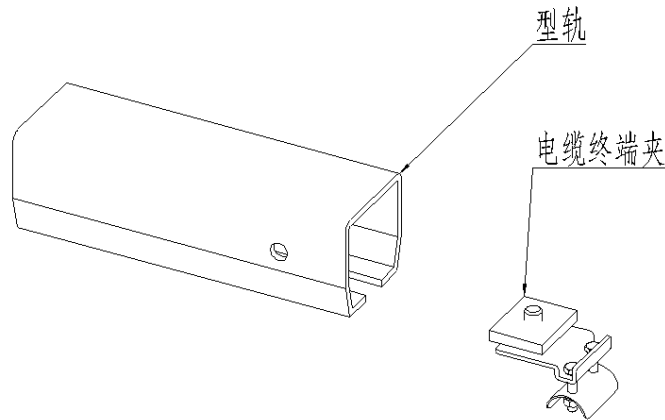

图 6C
- 6.3 在电缆滑块全部装入主梁后，在主梁末端安装电缆终端止夹并拧紧螺栓（如图 6C）。
- 6.6 将终端止夹安装到固定型轨的末端，拧紧螺栓（如图 6C）。
- 6.9 小车全部装入后，在主梁末端安装终端止夹，并且拧紧螺栓（如图 6C）。
- 6.12 小车全部装入后，在固定型轨的末端安装终端止夹，并且拧紧螺栓。（如图 6C）